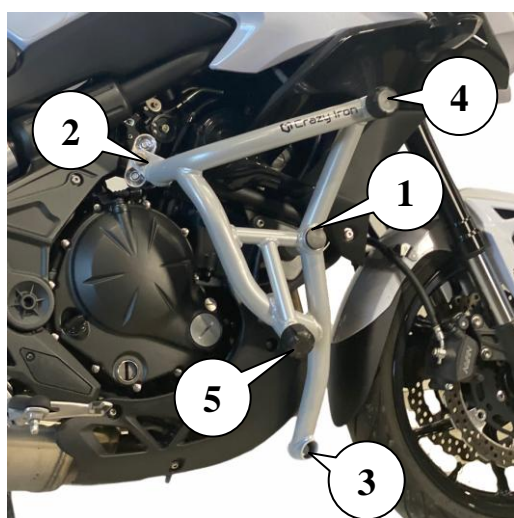
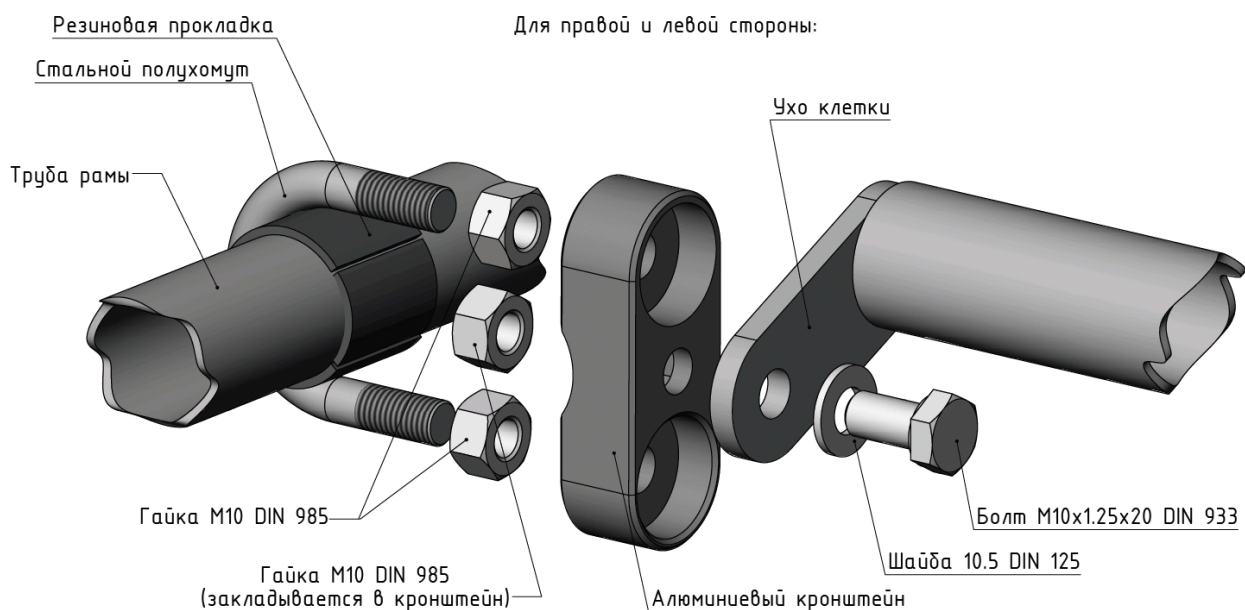

Рис.1. Установленная клетка вид справа
Рис.3. Схема сборки и установки кронштейнов для крепления точки №2
3. Проворачивая клетку вокруг оси (точка №2), предварительно определите положение точки крепления №2 правой стороны (алюминиевого кронштейна) как это показано на рис.1 и 3
4. Предварительно соберите алюминиевый кронштейн, установите на открытый участок трубчатой рамы как это показано на рис. 1 и рис. 3.